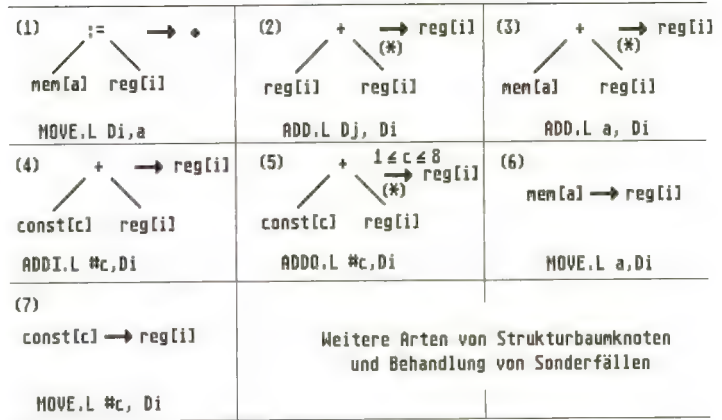

Abb. 4: Regeln für einen Codegenerator per Mustererkennung
Das Grundprinzip der Codeerzeugung durch Mustererkennung (pattern matching) ist recht einfach. Der Codegenerator sucht in dem Strukturbaum nach Teilbäumen, die auf eins der ihm bekannten Muster passen. Sobald er einen solchen Teilbaum erkennt, erzeugt er einen zu dem Muster gehörenden Code, in den er unter Umständen noch Werte aus dem Strukturbaum einsetzt. Außerdem wird der Teil- im Strukturbaum durch ein neues Blatt ersetzt. Jedes der Muster zusammen mit dem Code und dem neuen Blatt ist eine Regel des Codegenerators. In Abb. 4 sind Regeln abgebildet, die es erlauben, Code für einen einfachen arithmetischen Ausdruck zu erzeugen. Eine Regel besteht aus einem Musterbaum und einem Strukturbaumblatt, die durch einen Pfeil verbunden sind. Eine solche Regel besagt, daß ein Teilbaum, der auf das vorgegebene Muster paßt, in das Blatt umgewandelt werden kann. Über dem Pfeil kann noch eine zusätzliche Bedingung stehen, die die Anwendbarkeit der Regel einschränkt, wie dies bei Regel (5) der Fall ist. Steht unter dem Pfeil ein Sternchen (*), kann die Regel auch angewandt werden, wenn die beiden Operanden des Teilbaums gegenüber dem Muster vertauscht sind. In Regel (4) ist es zum Beispiel auch möglich, daß die Konstante